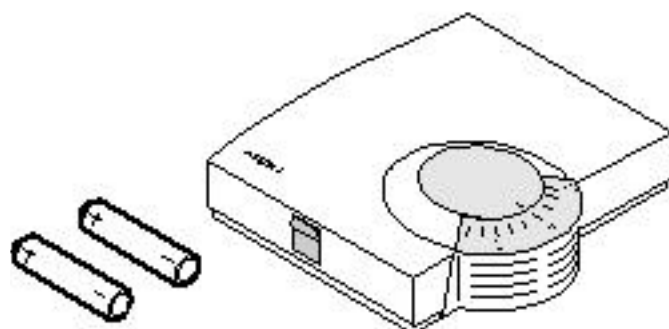

Figure 1 : Commande de consigne à distance T7270A1001
9. Mettre la roue de sélection en position 0 (voir Figure 1).
7. Mettre la roue de molette de réglage 0 (voir Figure 1).